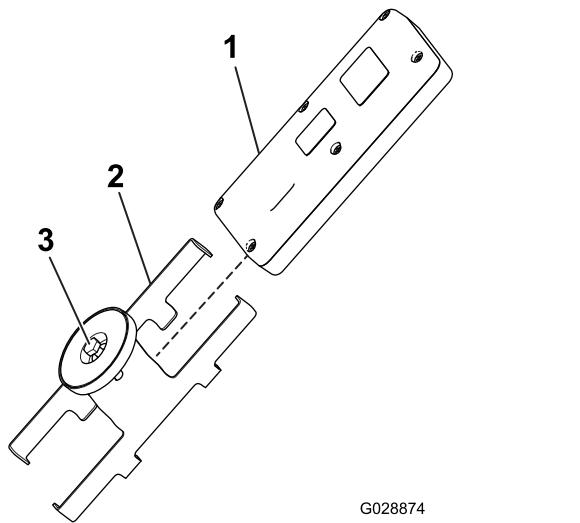

图 13
- 将手持遥控器装入磁性遥控器支架将两半滑到一起并固定然后拧紧磁性支架内的螺栓 图 13。